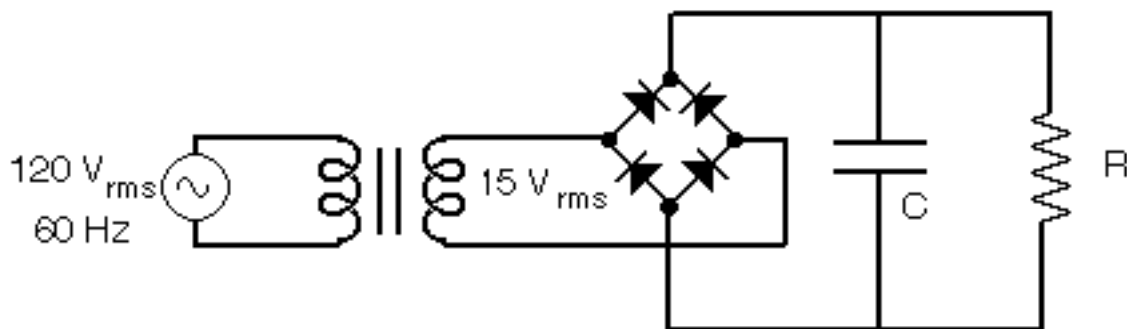

Figura 5.2. Rectificador de onda completa con filtro capacitivo
4.- En el circuito de la Figura 5.2, el rectificador de onda completa con filtro capacitivo:
6.- Monte el circuito de la Figura 5.2 y observe en la pantalla del osciloscopio en forma simultánea los siguientes pares de formas de onda: El voltaje junto con la corriente en el secundario del transformador, el voltaje en uno de los diodos junto con la corriente en el transformador, y el voltaje en uno de los diodos junto con el voltaje en la resistencia de carga. Para los dos primeros pares de curvas debe incluir una resistencia de prueba de bajo valor nominal, como se indica en la Figura 5.3. Dibuje en su papel milimetrado las formas de onda indicadas e identifique cuidadosamente los valores pico y los tiempos de interés en las curvas dibujadas.